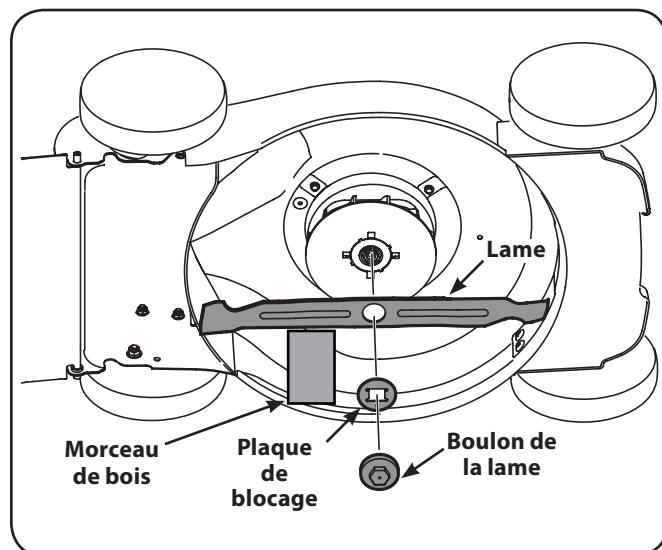

Figure 7-1
1. Mettez la lame sur le moyeu, la plaque par-dessus la lame et vissez le boulon à la main (voir la Fig. 7-1).